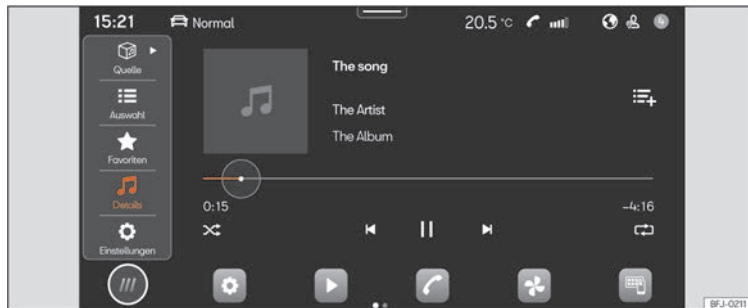

Abb. 138 Schematische Darstellung: Ansicht Medien.
- Drücken Sie **HOME > ► ► ►** [Abb. 138].